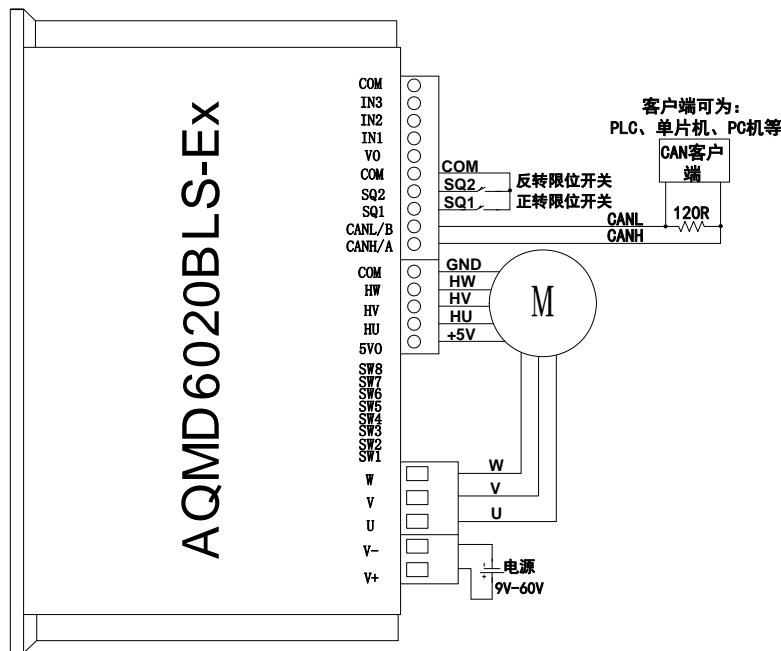

图 3.7 CAN 通讯电源及电机接线图
- 6) 若主站/客户端为CAN设备, CAN主站/客户端与驱动器的 485/CAN接口按照 CANH-CANH、CANL-CANL的方式连接,并且CAN总线上至少要并联一个 120Ω 的电阻才能正常通讯,如图 3.7 所示,接通电源(注意:电源的电压应与电机的额定电压一致,且能够提供的电流大于电机的额定电流)。